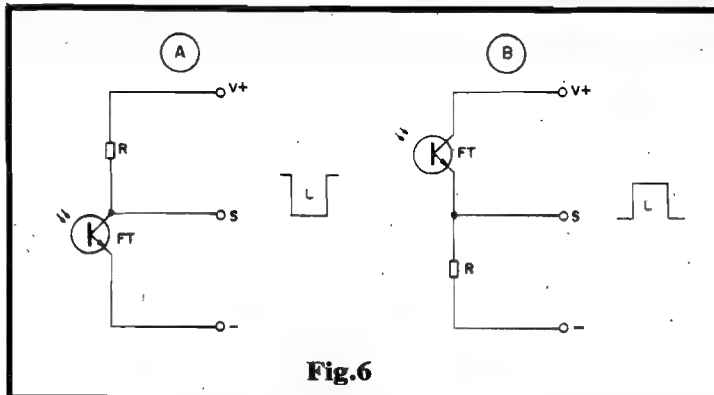

Fig. 6
- FIG. 6 - "RECOLHENDO" OS SINAIS DE UM FOTO-TRANSISTOR - Assim como os
LDRs, os FOTO-TRANSÍSTO-RES são, inerentemente, dispositivos de baixa Potência, normalmente incapazes de manejar, diretamente, "watts" ou coisa assim (normalmente podem trabalhar na casa de algumas centenas de miliwatts, no máximo...). Dessa forma, o aproveitamento prático dos seus sinais de sensoramento, exige alguns "truques" circuitais simples, sendo os mais comuns os mostrados na figura: 6-A traz um arranjo com o FOTO-TRANSÍSTOR dotado de um resistor de carga (R) em coletor, enquanto que 6-B mostra uma estrutura com o resistor de carga (R) em emissor. Observem que - como FOTO-TRANSÍSTORES são componentes polarizados - existe sempre uma maneira "certa" de se ligar seus terminais às linhas de alimentação... Nos casos/exemplos, como o foto-sensor é do tipo NPN, sempre seu coletor deve estar "positivado" com relação ao emissor (com um LDR - não polarizado - tanto faz ligar "daqui pra lá" ou "de lá pra cá"...). No primeiro exemplo (6-A), o coletor do componente (ponto de Saída S) mostrará uma nítida "queda" de Tensão, com o foto-transistor na presença de LUZ forte... Já no segundo exemplo (6-B), o ponto S de Saída, correspondente agora ao emissor do componente, mostrará uma sensível "elevação" da Tensão, na presença de LUZ forte... Normalmente as gamas de variação da Tensão de Saída, nos arranjos com foto-transistor, são diferentes das obtidas com LDRs (mesmo em estruturas eletricamente parecidas, como as correspondentes em 6-A e 6-B com 2-A e 2-B...). Além disso, o conjunto